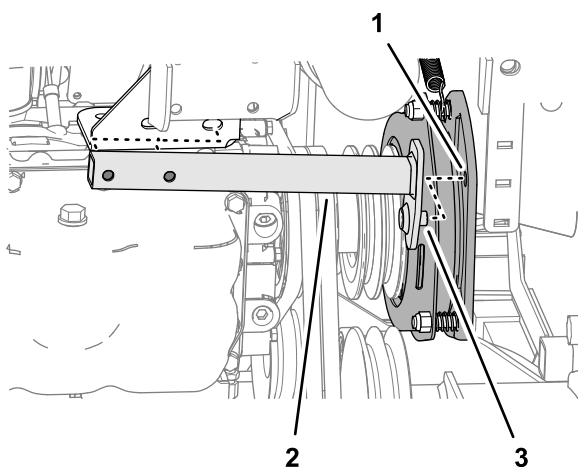

Рисунок 92
7. Переместите стопорящую трубку назад и снимите ее с машины (Рисунок 92).
2. Совместите штифт стопорящей трубки с отверстием в пластине муфты механизма отбора мощности; см. Рисунок 92 в разделе Снятие ремней механизма отбора мощности \(страница 73\).